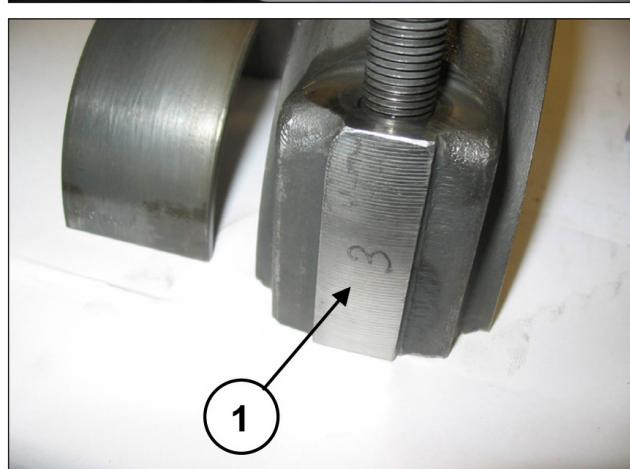

Fig. 42
Accoppiare le semibielle ai cappelli precedentemente smontati facendo riferimento alla numerazione (pos. ①, Fig. 42).
Separare i cappelli dalle semibielle; il corretto accoppiamento sarà garantito dalla numerazione posta su un lato (pos. ①, Fig. 42).